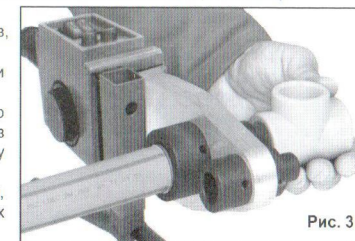

Рис. 3
- Конец пластиковой трубы (не вращая) вставить в нагревательную гильзу до отмеченной глубины сварки и одновременно (не вращая) насадить фасонную часть до упора на нагревательный дорн (См. Рис. 3).